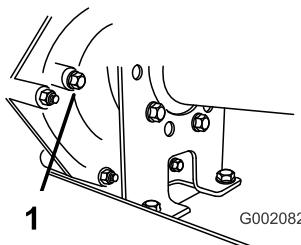

Bild 56
2. Nehmen Sie die Schraube aus dem Füllstand-Prüfloch heraus (Bild 56).